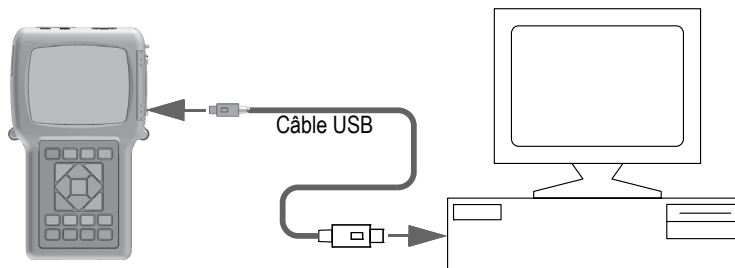

Figure 14-2 Connexion du 39DL PLUS à un ordinateur
9. Connectez une extrémité du câble USB au connecteur USB client situé sous le couvercle E-S du 39DL PLUS, et l'autre extrémité au port USB de l'ordinateur (Figure 14-2 à la page 281).